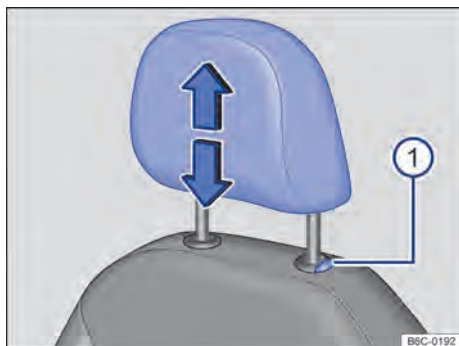
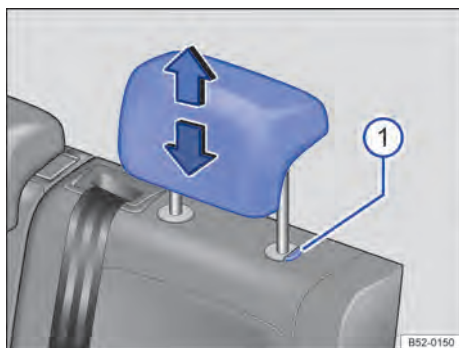

Fig. 66 Apoio para cabeça dianteiro: ajustar.
Fig. 67 Apoio para cabeça traseiros: ajustar.
- Deslocar o apoio para cabeça para cima ou para baixo na direção da seta com o botão → Fig. 66 ① ou → Fig. 67 ① pressionado → ▲ em *Introdução ao tema* na página 84.